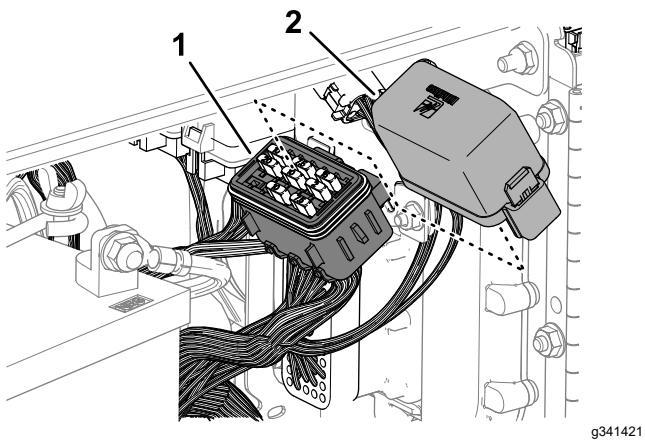

Рисунок 172
- Снимите крышку с блока предохранителей (Рисунок 172).